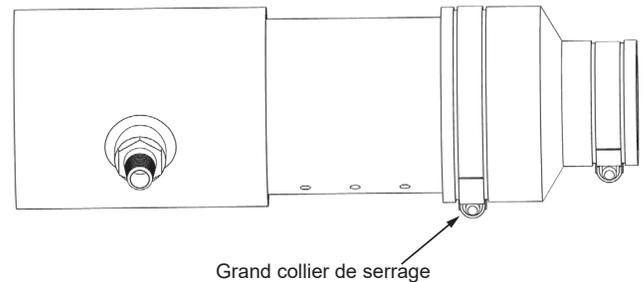

Figure 25. Raccord en té d'admission d'air - Vue de côté
Le té d'admission d'air est installé à l'usine avec la branche de 1/2 po et l'embout cannelé orientés vers la droite à environ 130° vus de face. Voir **Figure 25**. La branche de 1/2 po et l'embout cannelé du raccord en té ne devront pas être inclinés plus bas (vers le sol) que cette spécification d'usine. Une orientation plus élevée, jusqu'à une position de 90°, n'aura pas d'incidence négative sur le fonctionnement et est acceptable.
3. Desserrer le grand collier de serrage sur l'accouplement Fernco qui raccorde le tuyau de raccordement d'admission d'air au souffleur de combustion. Voir **Figure 25** (page 33).